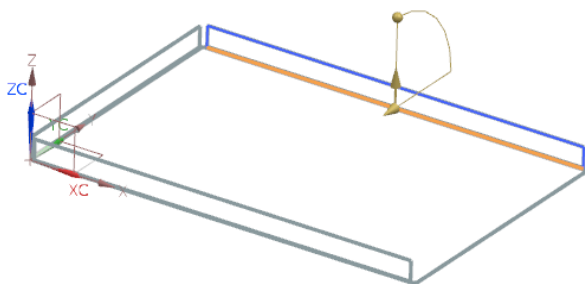

图 2-34 选择弯边
(6) 选择弯边, 同时在视图区预览显示所创建的弯边, 如图 2-34 所示。在“弯边”对话框中, 设置“宽度选项”为  完整, “长度”为 18.5, “角度”为 90, “参考长度”为“外部”, “内嵌”为“材料外侧”, 在“止裂口”列表框中的“折弯止裂口”和“拐角止裂口”下拉列表框中选择“ 无”。